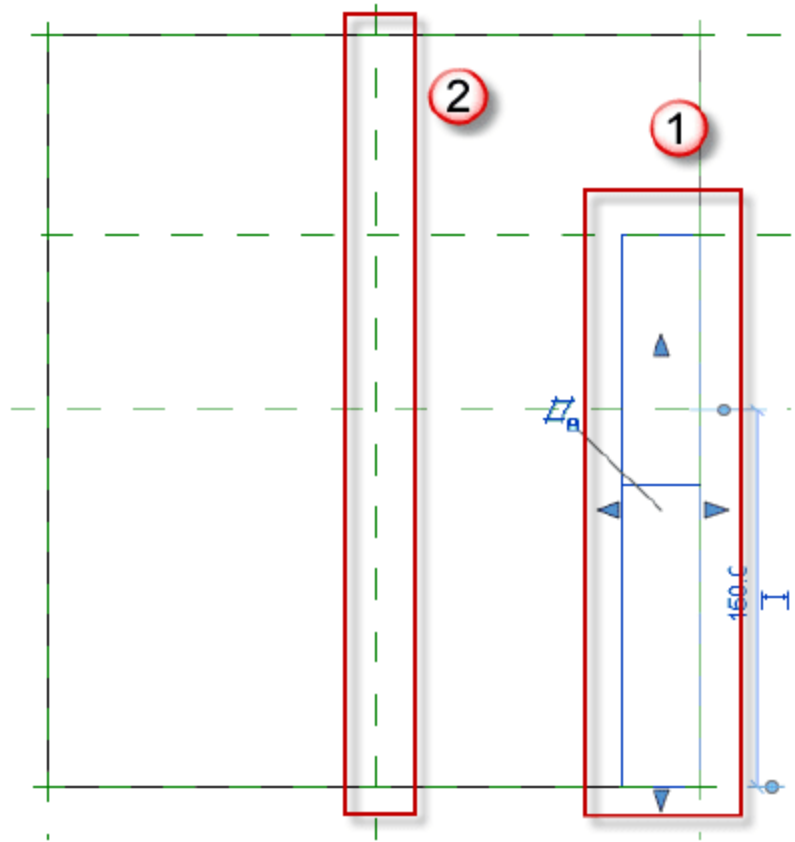

图 12.4.17 由轴镜像创建左立面水簸箕
(9) 创建左立面水簸箕壁。切换到“参照标高”平面，选中已经创建好的右立面水簸箕，按两下快捷键 M，以中间的辅助线为对称线创建左立面水簸箕壁，如图 12.4.17 所示。